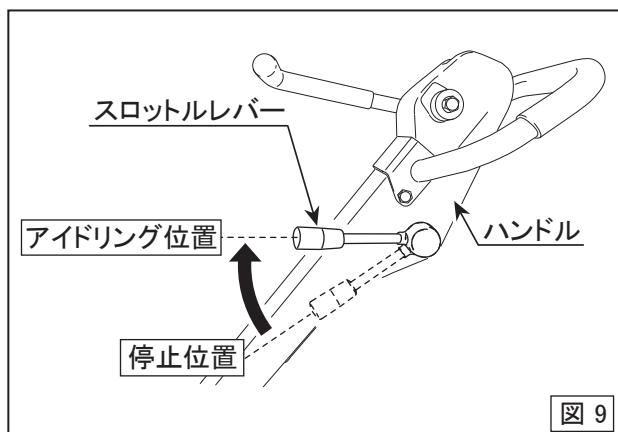

図 9
2. スロットルレバーをアイドリング位置に動かします。(図9)